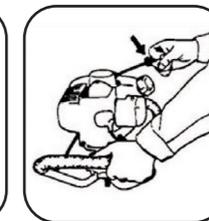

Рисунок 6.2.2.
4. Если Вы услышите, что двигатель начинает заводиться, верните рычаг заслонки в положение RUN (РАБОТА) (открыто). Затем снова быстро потяните стартер (Рис.6.2.2.).